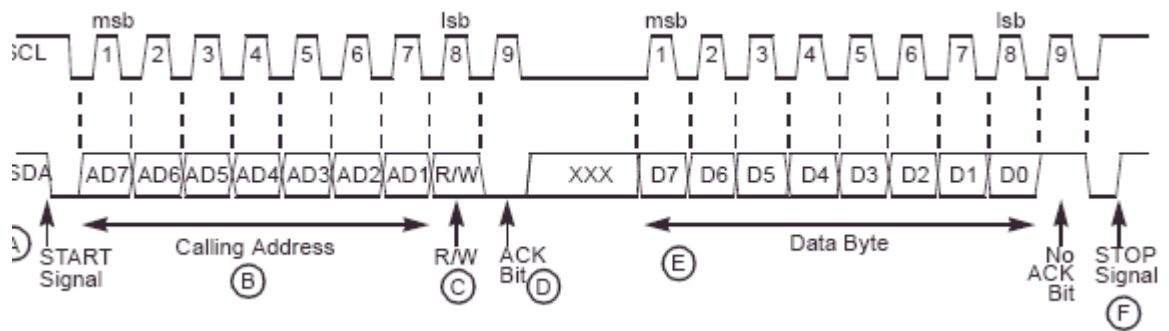

图 19-2 I2C通信协议
I2C通信协议由7个部分组成：开始位，数据源/宿主位，数据方向位，从机应答位，数据位，数据应答位和停止位。这些位如图19-2所示。
1. START signal—When no other device is bus master (both SCL and SDA lines are at logic high), a device can initiate communication by sending a START signal (see A in **Figure 19-2**). A START signal is defined as a high-to-low transition of SDA while SCL is high. This signal denotes the beginning of a data transfer (each data transfer can be several bytes long) and awakens all slaves.
2. 从机地址发送—开始信号 (B) 之后，主机发送的第一个字节就是从机的地址。7位从机地址发送完毕之后，接着就是一个可读写位R/W (C)，该位告知从机数据的传输方向。
只有当SCL是低电平时数据才可以改变，并且在SCL为高电平时要保持稳定。如图19-2所示。每来一个SCL脉冲就发送一位数据，并且是先发送MSB位。接收的设备必须在第九个时钟脉冲拉低SDA，以此应答每个字节。因此，一个字节的需要九个时钟脉冲。